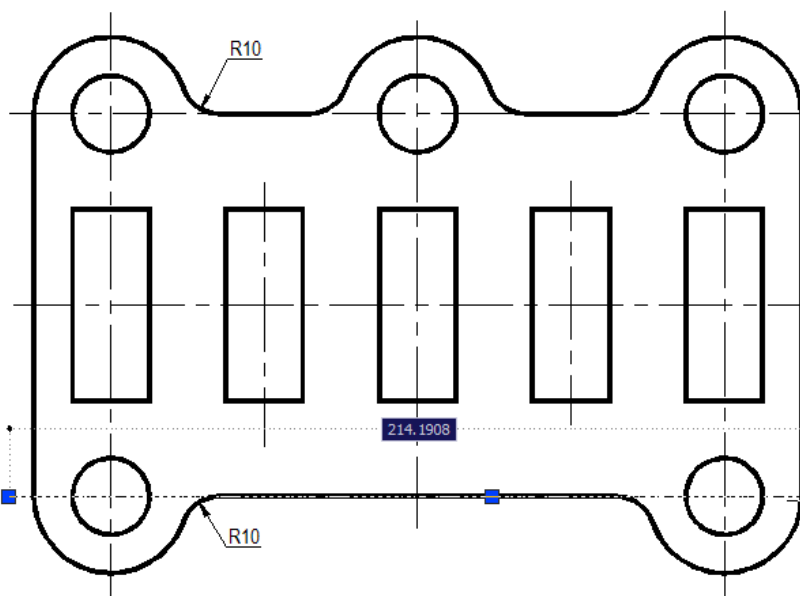

Рис. 57
10) Командой **Сопряжение** скруглить острые кромки заданными радиусами (рис. 57).